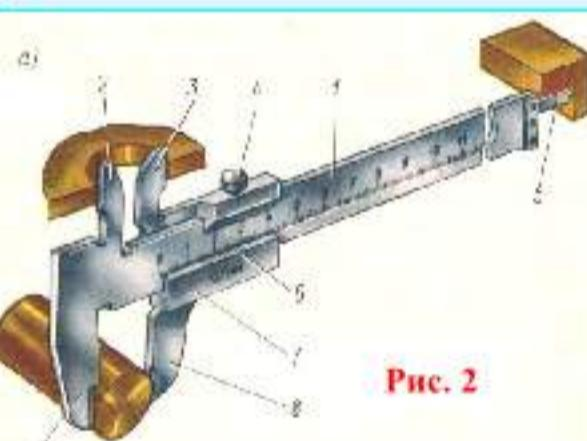

Рис. 2
- Зовнішні та внутрішні діаметри можна вимірювати штангенциркулем (**рис.2**), кронциркулем і нутроміром (**рис.3**).